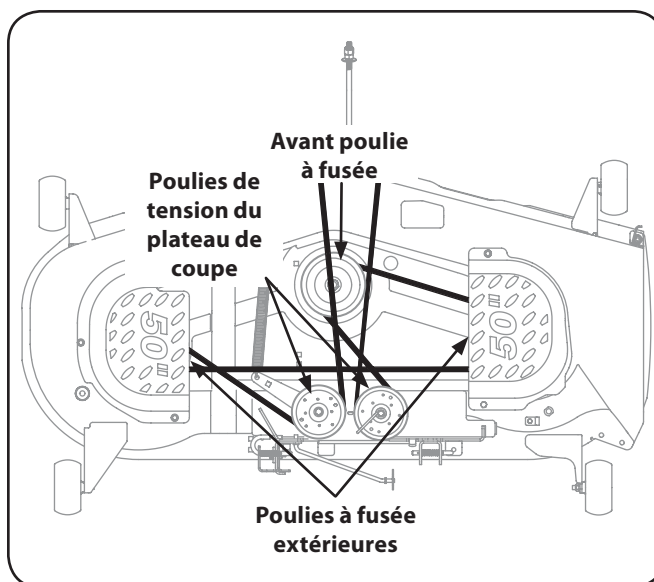

Figure 7-8
5. Pour installer la courroie neuve, commencez par la placer sur les deux poulies à fusée extérieures, puis sur la poulie à fusée intérieure, comme à la Figure 7-8.
6. Faites ensuite passer la courroie sur les deux poulies de tension du plateau de coupe, comme à la Figure 7-8.